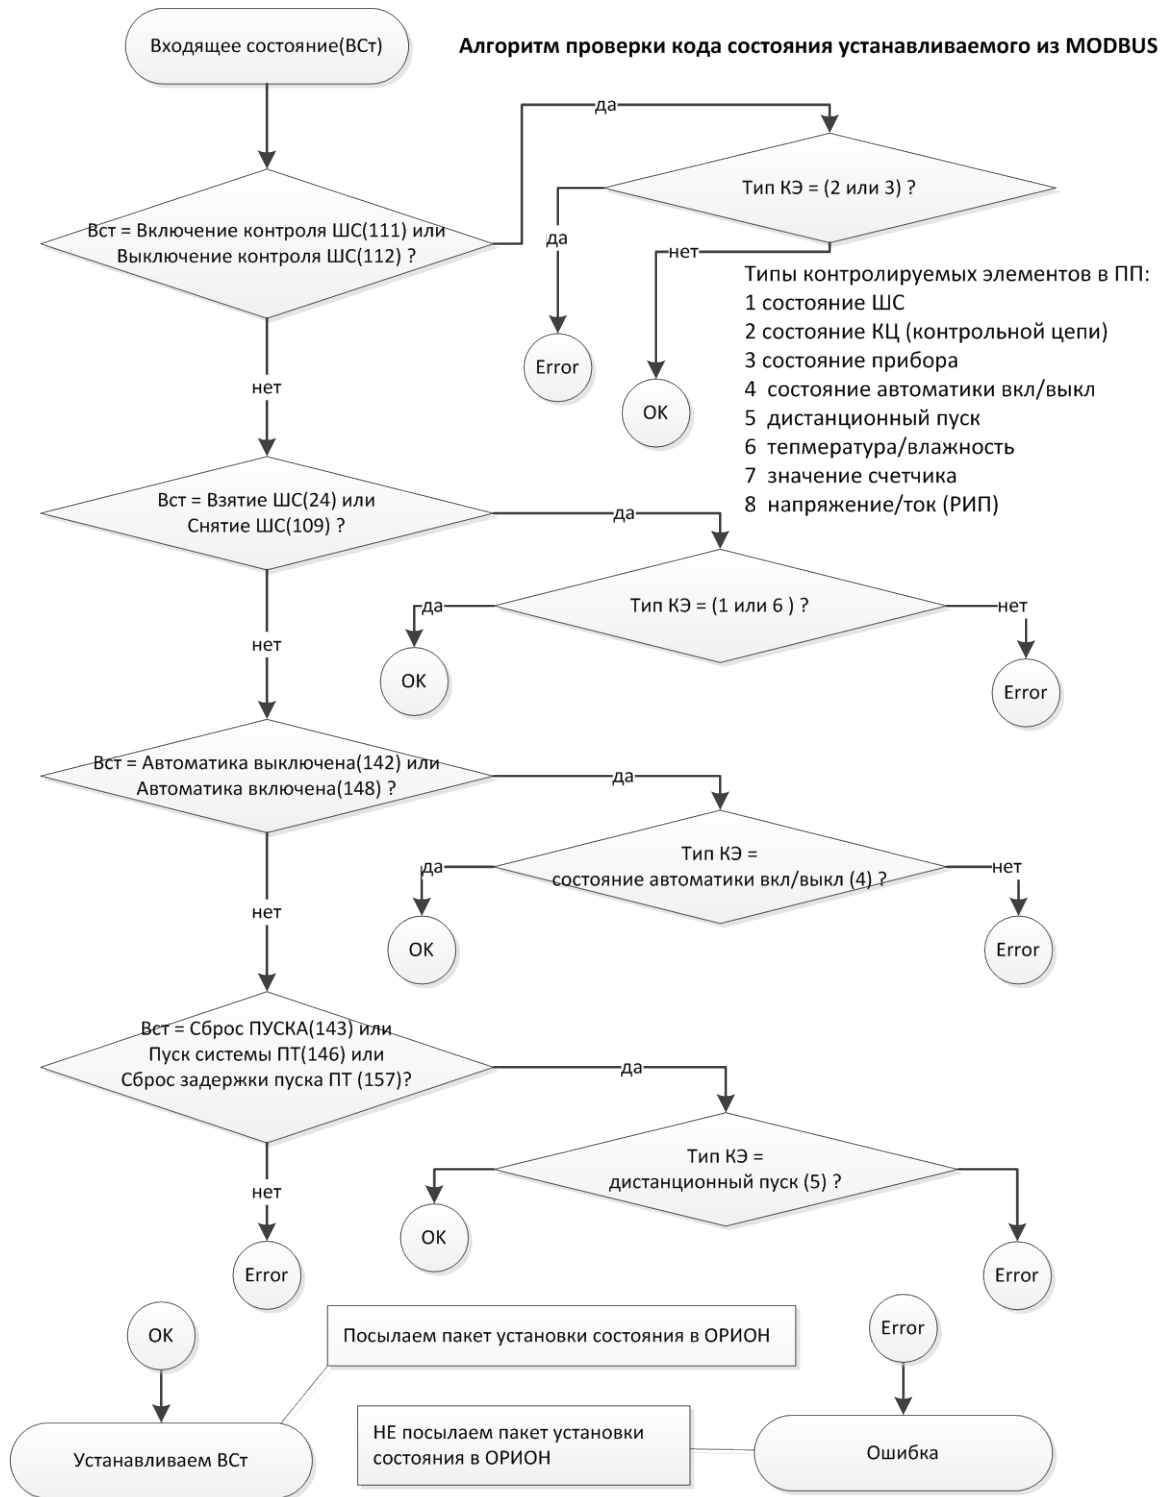

Рисунок 3
- При управлении состоянием зон и разделов из MODBUS, «С2000-ПП» использует следующий алгоритм: см. рисунок 3.
- Как видно из рис.3 чтобы управлять состоянием какой-либо зоны нужно назначить ей определенный тип в конфигурации «С2000-ПП». Так, например, включение и выключение контроля ШС невозможно для типов зоны 2 и 3. Тип 3 это состояние прибора, а тип 2 это состояние контрольной цепи т.е. выход. Для зоны прибора включение или выключение контроля ШС невозможно в принципе. А для типа 2 мы, пытаюсь включить контроль для выхода, фактически включим его для входа, если в приборе есть ШС с номером 2. Такое поведение также нежелательно.